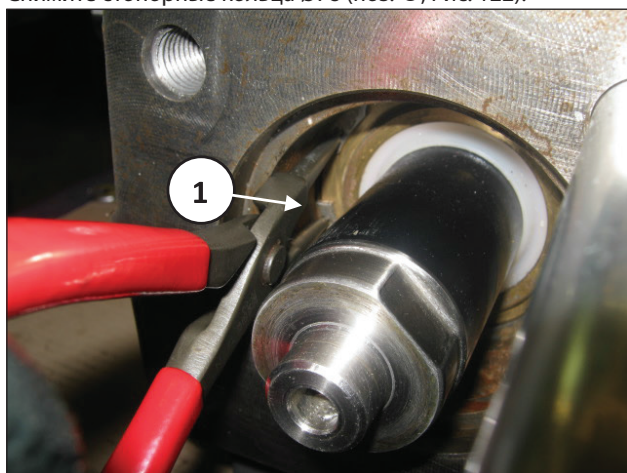

Рис. 122
Снимите стопорные кольца Ø78 (поз. ①, Рис. 122).